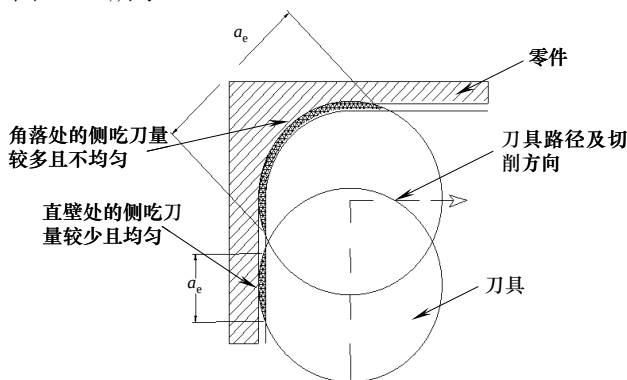

图 4-17 侧吃刀量增大刀具路径
(3) 摆线移动 摆线移动即自动摆线加工方法。在轮廓偏置刀具路径中, 当刀具初始切入毛坯或刀具切入零件的角落、狭长沟道和槽时, 会由于侧吃刀量的突然增大 (有时甚至会出现全刃切削的情况), 而使刀具出现过载, 如图 4-17 所示。